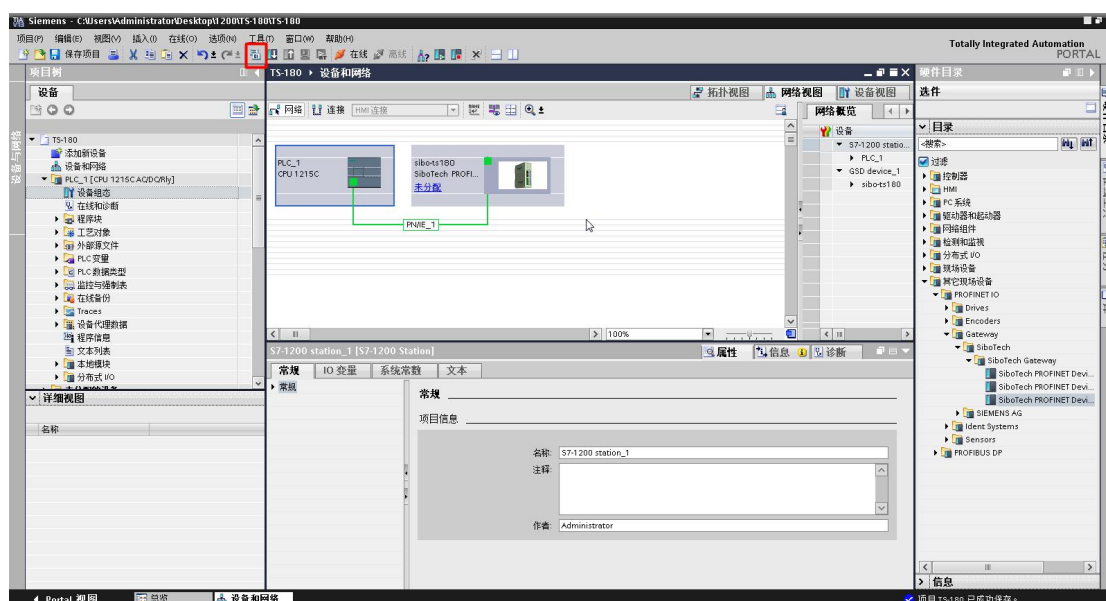
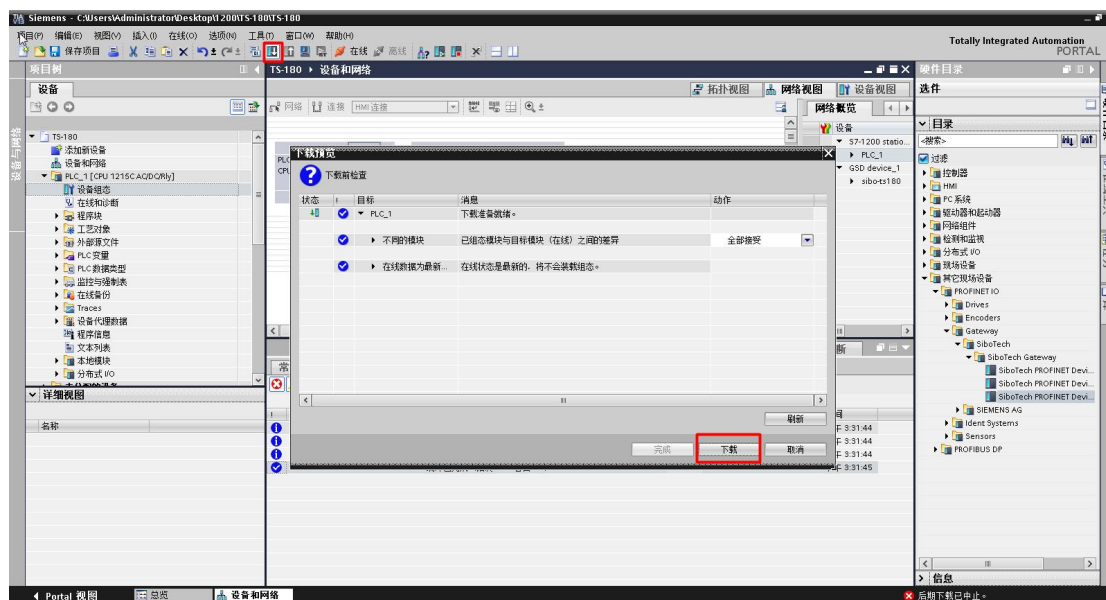

图 18 组态编译
图 20 工程下载
3.4 所有完成后，点击上方“编译”，如图 18、19 所示；编译没有报错则点击上方“下载”，如图 20 所示，下载工程到 PLC 后，连接网关和 PLC，成功建立 PLC 和网关的 PROFINET 端的通信。